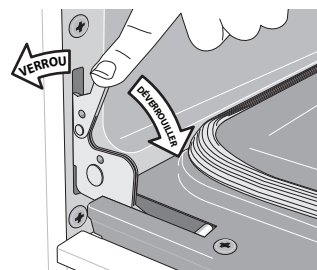

Figure 30 : Verrous des charnières de porte
2. Tirer les verrous des charnières de gauche et de droite complètement vers le bas du cadre de four, vers la porte du four (voir Figure 30). Il peut être nécessaire d'utiliser un tournevis plat.
4. Pousser les verrous de charnière vers le haut et de part et d'autre du cadre de four à la position de verrouillage (voir Figure 30).